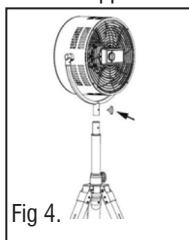

Fig 4.
3.2.2.1. Retirez le bouton de verrouillage du tuyau sous le support en U comme indiqué sur la figure 4.